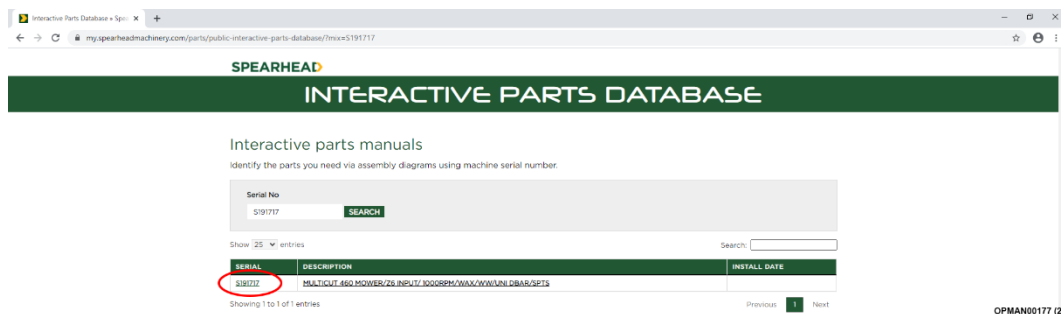

Рис. 7.2 – Ввод серийного номера
7.1.1.2 После ввода серийного номера появится спецификация для машины. Нажмите на серийный номер; см. рисунок 7.2.